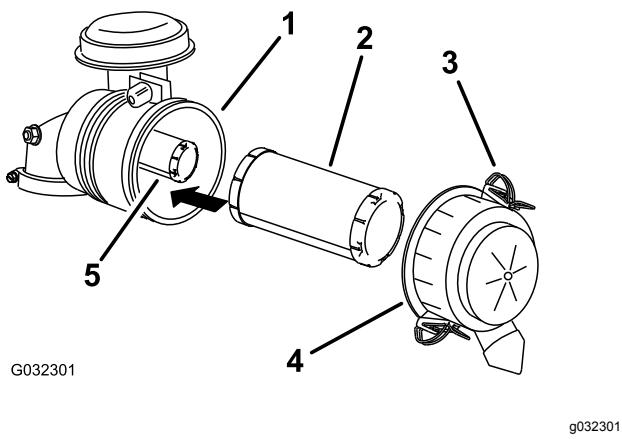

Figura 44
3. Abra los cierres del limpiador de aire y tire de la tapa de la entrada de aire para separarla del cuerpo del limpiador de aire (Figura 44).
5. Extraiga con cuidado el filtro primario de la carcasa del limpiador de aire (Figura 44).
2. Si va a cambiar el filtro de seguridad, deslícelo cuidadosamente en el cuerpo del filtro (Figura 44).
3. Deslice cuidadosamente el filtro primario por encima del filtro de seguridad (Figura 44).
4. Instale la tapa del limpiador de aire con el lado que lleva la palabra **up** hacia arriba, y fije los cierres (Figura 44).